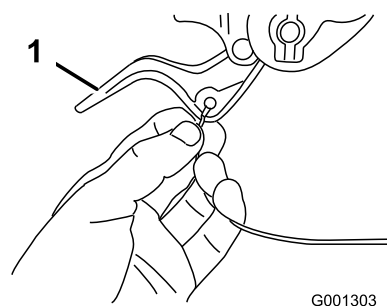

Figure 6
2. Faites passer l'extrémité du câble gauche ou droit par-dessus la partie inférieure du guidon et insérez-la dans le trou du levier d'embrayage de roue correspondant (Figure 6).